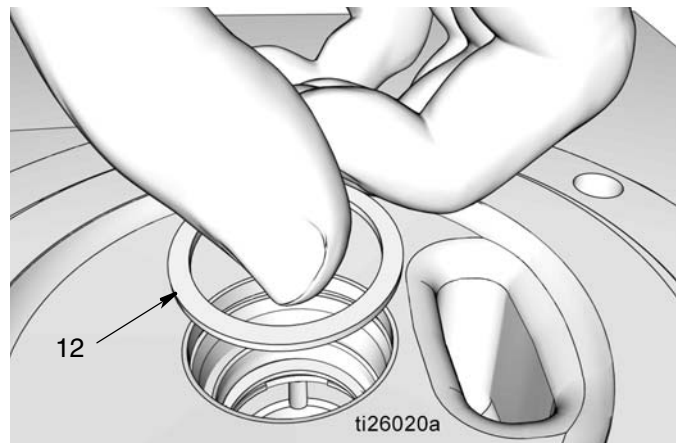

FIG. 36
- e. Install spacer (12) (FIG. 36).